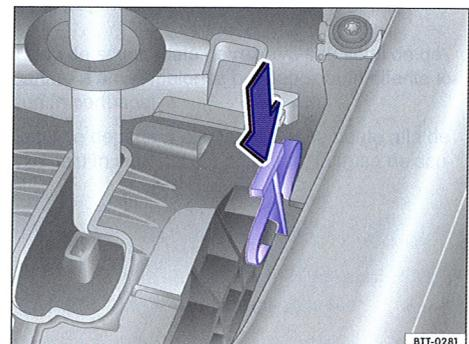

Fig. 221 Deblocarea de urgență a mecanismului de blocare a selectorului de viteze.
- Apăsați maneta de deblocare ⇒ fig. 221 în sensul săgeții și mențineți-o în această poziție.